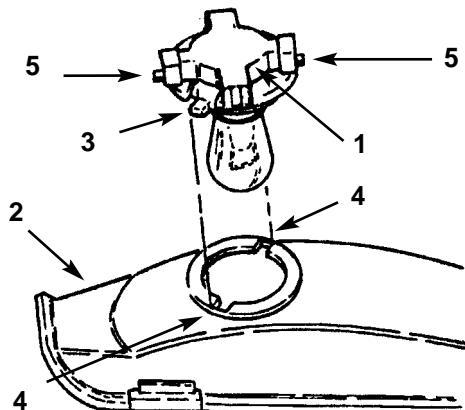

Fig. 35
3. Girate il portalampada di $\frac{1}{4}$ di giro in senso antiorario, e toglietelo dal riflettore (Fig. 35).
4. Spingete la lampada e fatela girare in senso antiorario fin quando si ferma (circa $\frac{1}{4}$ di giro), quindi toglietela dal portalampada (Fig. 35).
2. Il portalampada è provvisto di due guide (Fig. 35). Allineate le alette con le guide nel riflettore, inserite il portalampada nel riflettore e giratelo di $\frac{1}{4}$ di giro in senso orario, fin quando non si ferma.